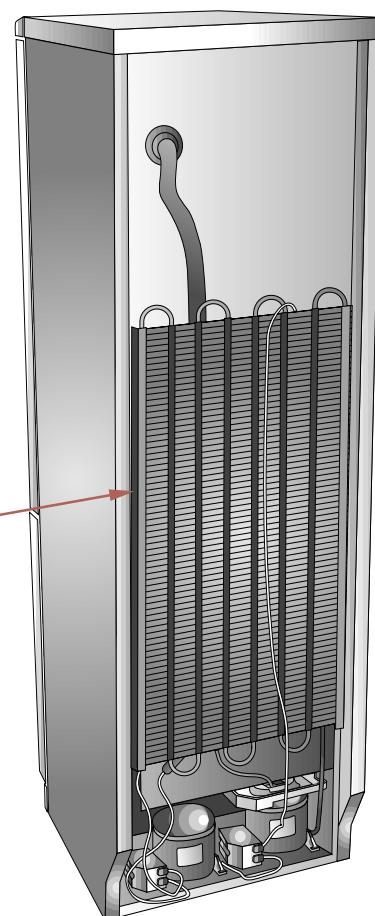

Fig. 3
⑦ Lasciare una distanza di almeno 5 cm. fra la parete superiore dell'apparecchio ed eventuali pensili. Se l'apparecchio è munito di distanziatori montarli sulla parte superiore del condensatore posto nella parete posteriore (Fig. 3).
⑦ Allow for at least 5 cm of space between the upper wall of the appliance and any hanging cupboards. If the appliance is equipped with spacers, mount them on the upper section of the condenser located on the rear wall (Fig. 3).
- 7 Wenigstens 5 cm Abstand zwischen der Oberseite des Geräts und eventuellen Hängeborden lassen. Ist das Gerät mit Abstandhaltern versehen, diese am oberen Teil des Kondensators an der Rückwand montieren (Abb. 3).
- 7 Laisser une distance d'au moins 5 cm entre la partie supérieure de l'appareil et d'éventuels meubles suspendus. Si l'appareil est équipé d'entretoises, les monter sur la partie supérieure du condensateur situé dans la paroi arrière (Fig. 3).
- 7 Dejar una distancia mínima de 5 cm entre la pared superior del aparato y eventuales pensiles. Si el aparato está provisto de distanciadores, montarlos en la parte superior del condensador situado en la pared posterior (Fig. 3).
Se o aparelho possui separadores, monte-os na parte superior do condensador colocado na parede posterior (Fig. 3).